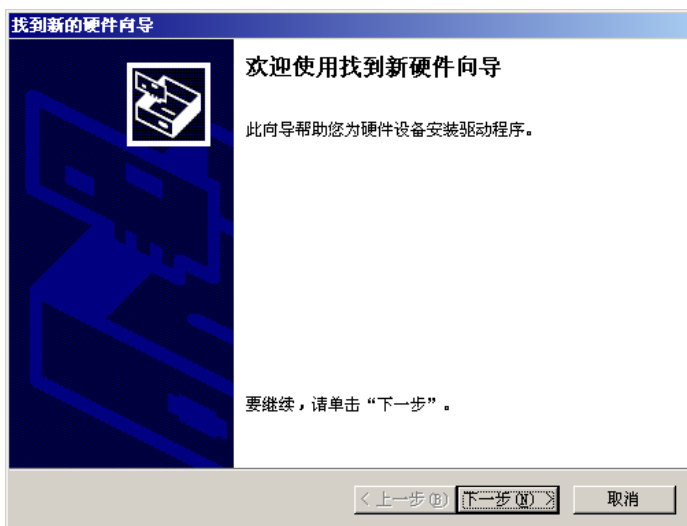

图 3-1
4. 使用 USB 电缆将打印机连接到计算机。此时将显示添加新硬件向导对话框，如图 3-1 所示，单击“下一步”。